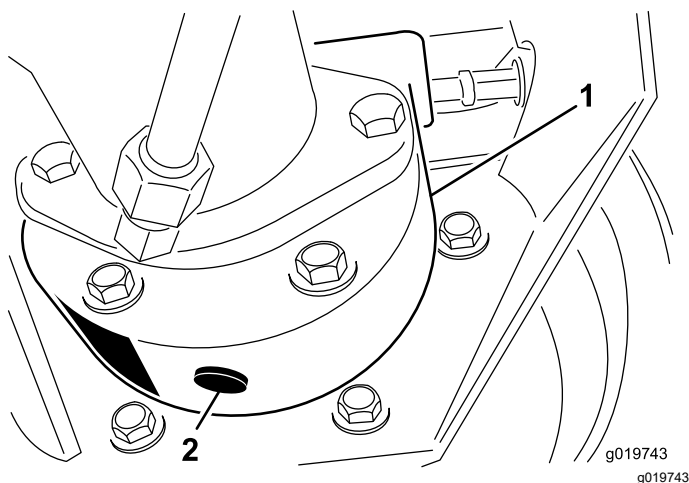

Figura 63
3. Coloque un recipiente debajo del alojamiento del freno, retire el tapón y deje que se drene el aceite (Figura 63).